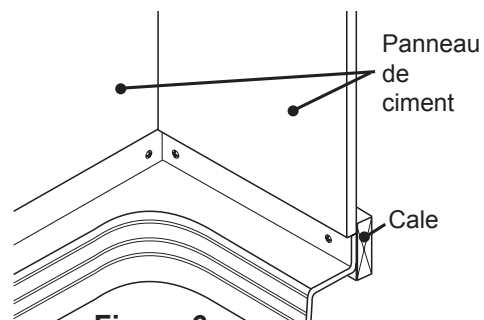

Figure 6
- 8** Remettez en place le tamis si celui-ci est inclus dans votre trousse d'évacuation, puis recouvrez le trou d'évacuation avec du ruban pour que le matériau de finition ne puisse pas y entrer. Placez un panneau de ciment ou équivalent au-dessus de la bride de la base de douche et fixez-le au poteau d'ossature murale (voir la Figure 6).